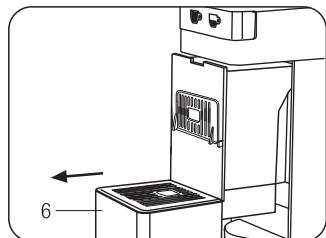

Fig. 11
Per fare questo occorre estrarre il porta capsule (6) (**Fig. 11**)